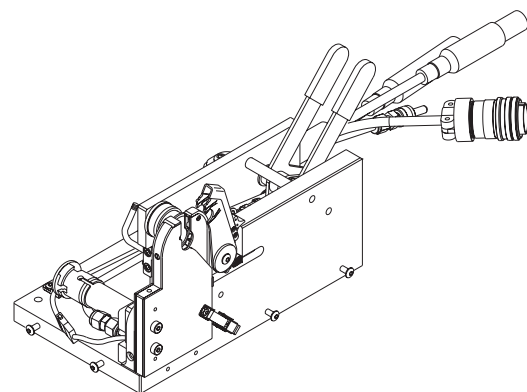

Figure 57 サイド・プレートの再取り付け
18. ハンドルを tool exchange (ツール交換) 位置から not locked/closed (ロック解除/閉) 位置に動かします。Fig.57 をご参照ください。